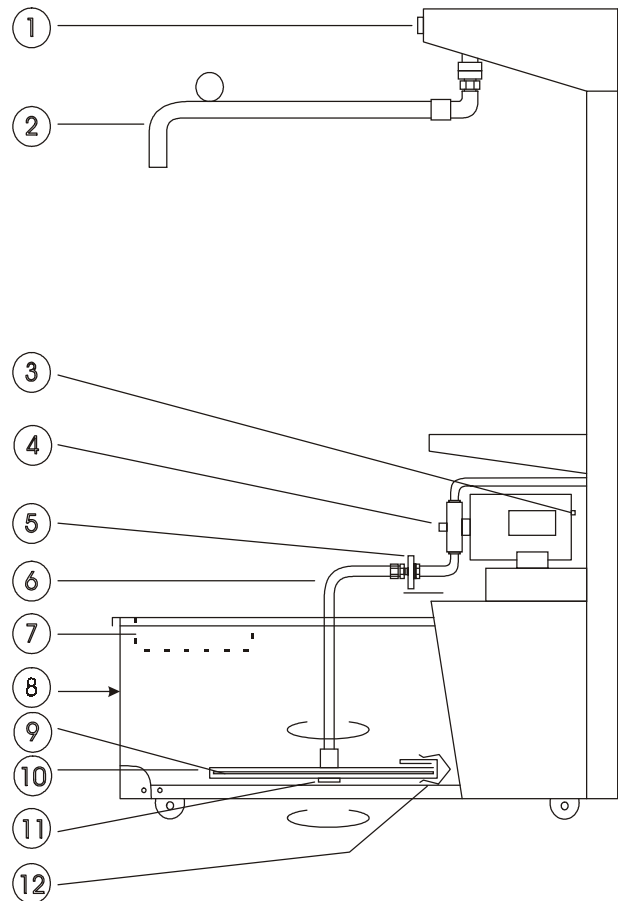

ABBILDUNG 1
- 1) Die Filterpfanne (Nr. 8, Abbildung 1) in das P18K-Gestell schieben.
- 6) Das Filteransaugteil in der Filterpfanne (Nr. 8, Abbildung 1) plazieren und den Schnellverschlußstecker des Ansaugteils (Nr. 6, Abbildung 1) mit der Schnellverschlußbuchse der Filtermaschine (Nr. 5, Abbildung 1) verbinden.
- 7) Den Krümelauffangkorb (Nr. 7, Abbildung 1) wie abgebildet installieren.
- 1) Filterpfanne und Ansaugteil zerlegen. Siehe ABBILDUNG 1 und 2 des Handbuchs.
- 3) Den Schnellverschluß des Ansaugteils von der Filtermaschine entfernen. (Siehe ABBILDUNG 1 und 2 auf Seite 2.)
- 4) Das Ansaugrohr aus dem Papierhaltegitter schrauben und die Schraubverbindung auf einem sicheren Ort aufbewahren, damit sie nicht versehentlich weggeworfen wird. (Siehe ABBILDUNG 1 und 2 auf Seite 2.)